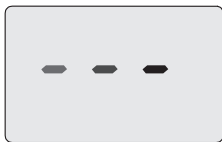
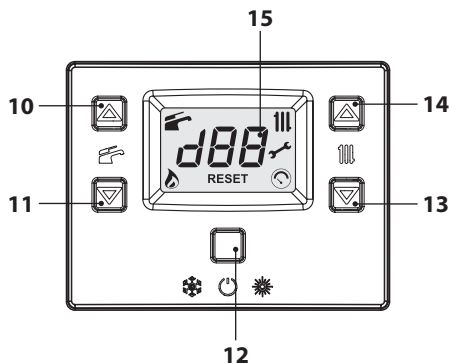

Рис. 6.4
Рис. 6.5
- Подключите котел при помощи двухполюсного выключателя, предусмотренного при установке. На ЖК-дисплее появится символ  (последовательно загорающиеся тире, символизирующие движение) (Рис. 6.4).
- Нажмите и удерживайте в течение 2 секунд кнопку 12, пока на дисплее не появятся символы  и , см. Рис. 6.5.
- Выключите котел, нажав и удерживая в течение 2 секунд кнопку 12 (Рис. 6.5), пока на дисплее не появится символ  (последовательно загорающиеся тире, символизирующие движение) (Рис. 6.4).